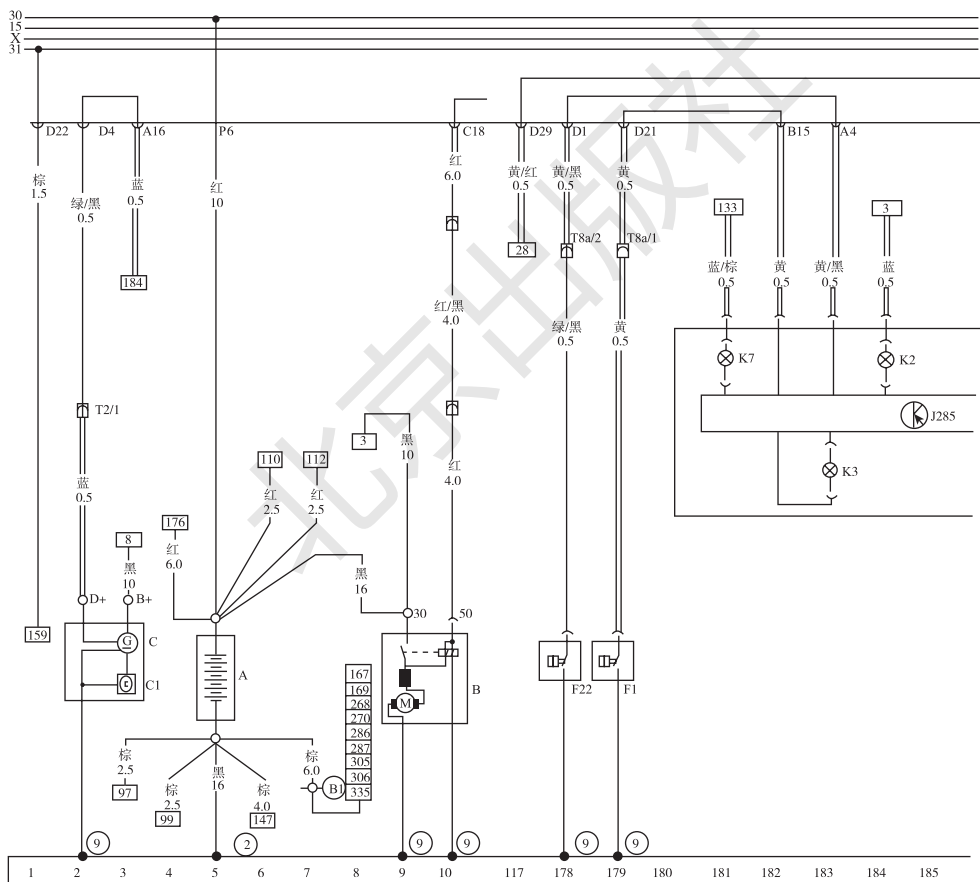

图 2-30 桑塔纳 2000 充电电路
- (1) 检查发电机传动带张力，正常。
- (2) 检查充电线路，没有发现异常。
- (3) 运转发动机，测量发电机输出电压，怠速时达 13.5 V，属正常。
- (4) 结合图 2-30，分别测量发电机 D⁺、中控盒 A16 端子，电压正常。
- (5) 拔下 J285 插接件测试并检查，发现 T26/26 端子导线有松动迹象，仔细检查为该导线端口的金属卡扣变形，经修复后故障排除。